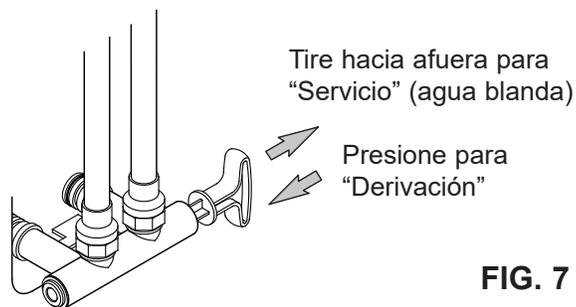

FIG. 7
3. Mueva las válvulas de derivación a la posición de "derivación" (Bypass) (vea las Fig. 7 y 8). En una válvula de una derivación, deslice el vástago hacia adentro a la posición de derivación. En una derivación de 3 válvulas, cierre las válvulas de entrada y salida, y abra la válvula de derivación.